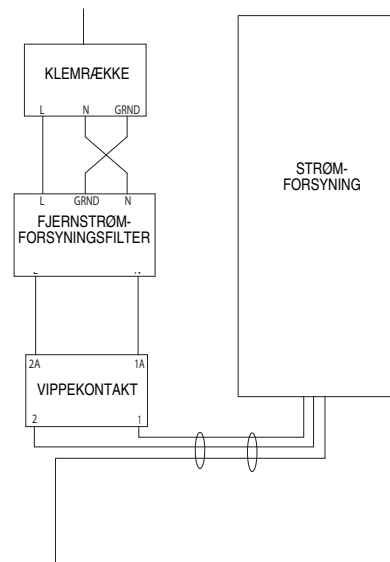

FIG. 10. Eldiagram
2. Tilslut elektrisk ledning til klemrækken som vist i FIG. 10.